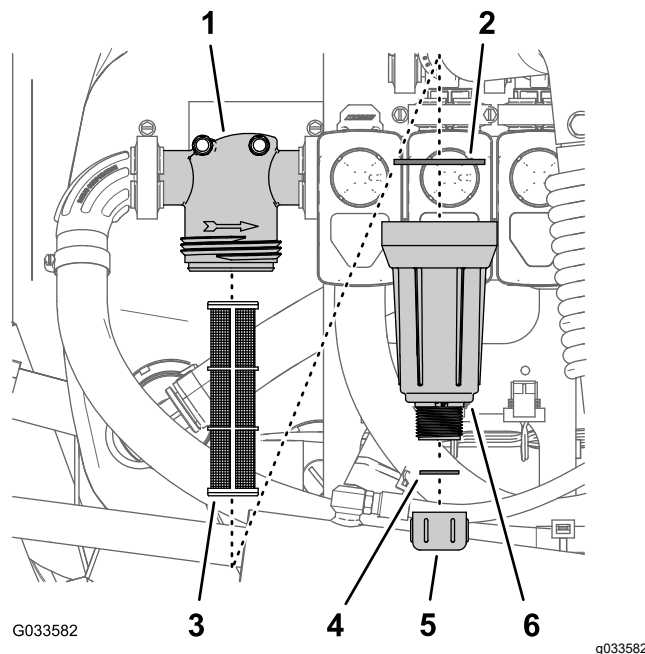

Figura 96
2. Coloque un recipiente de drenaje debajo del filtro de presión (Figura 96).
3. Gire el tapón de vaciado en sentido antihorario y retírelo de la cubeta del filtro de presión (Figura 96).
4. Enrosque la cubeta en sentido antihorario y retire la cabeza del filtro (Figura 96).
5. Retire el elemento del filtro de presión (Figura 96).
7. Inspeccione la junta del tapón de vaciado (situada dentro de la cubeta) y la junta de la cubeta (situada dentro de la cabeza del filtro) en busca de daños o desgaste (Figura 96).
8. Instale el elemento del filtro de presión en la cabeza del filtro (Figura 96).
9. Instale la cubeta en la cabeza del filtro, y apriétela a mano (Figura 96).
10. Coloque el tapón de vaciado en el acoplamiento inferior de la cubeta, y apriete el tapón a mano (Figura 96).